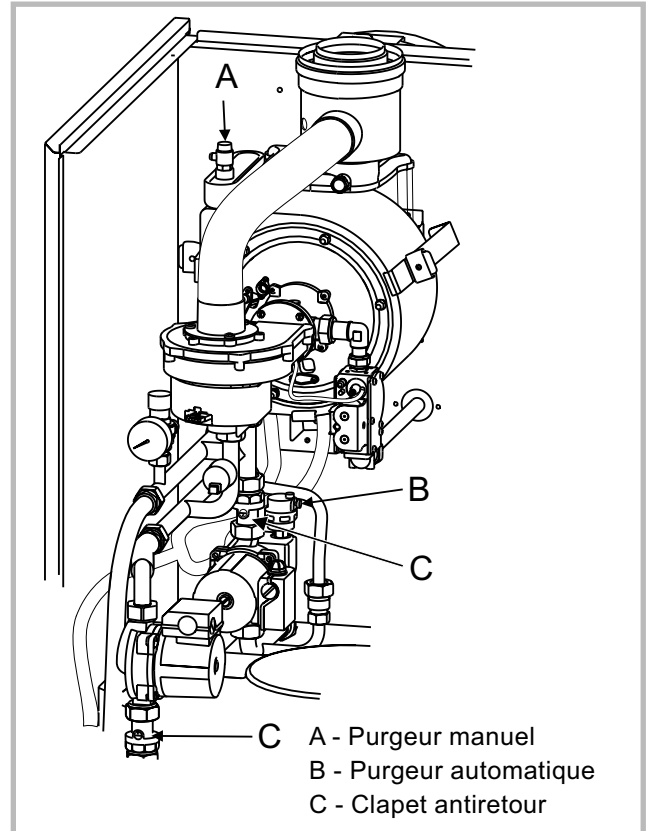

Fig. 26 - Purgeurs et clapets antiretour
- 4 Débrayer les clapets antiretour (rep. C, fig. 26).
- 14 Fermer les clapets antiretour (rep. C, fig. 26).
(purgeur manuel, rep. A, fig. 26).
(purgeur automatique, rep. B, fig. 26).